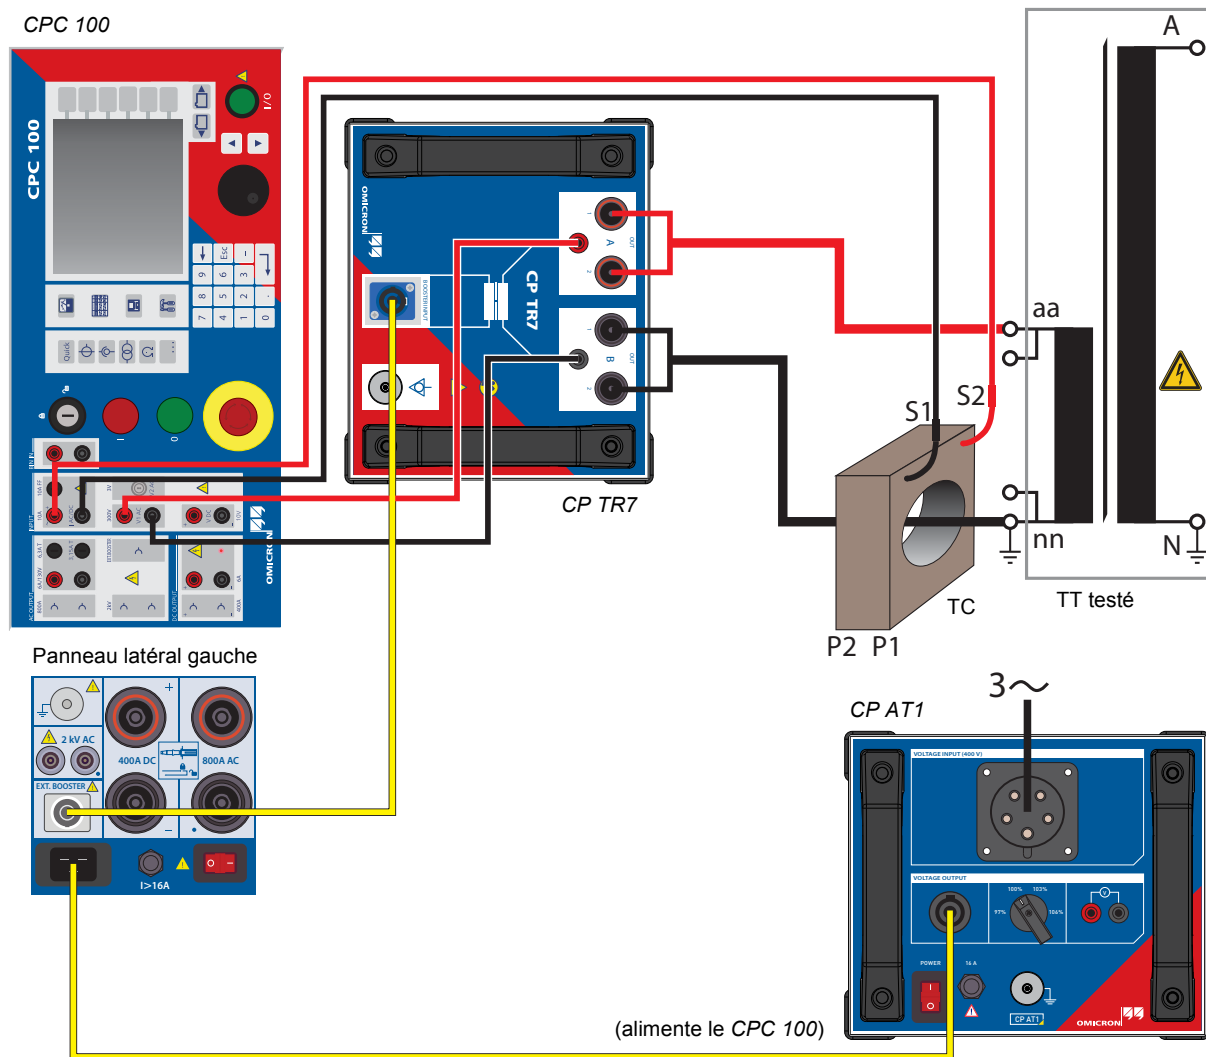

Figure 3-2: Montage pour 7 mH
3. Pour la mesure du courant à l'entrée du TT de puissance, connecter le transformateur de courant fourni comme indiqué à la figure 3-2 sur la page suivante.